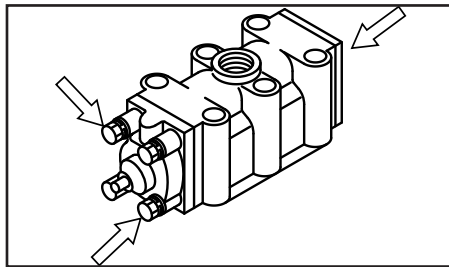

Figure 27
- Enlevez les 8 boulons de fixation du couvercle A et du couvercle B, puis déposez le couvercle A, le couvercle B, la garniture d'échanchéité, la rondelle plate, la butée en caoutchouc et le joint. (voir figure 27)